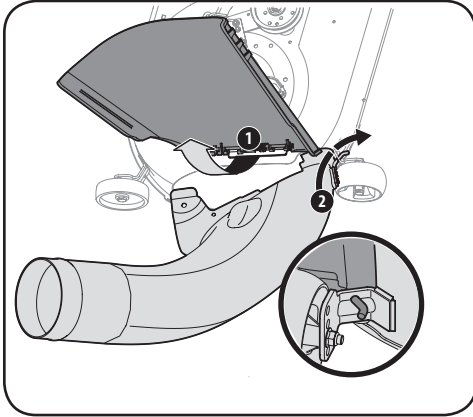

Figure 4-25
5. Fixez le coude de la goulotte de descente au plateau de coupe au moyen du bouton à ailettes (720-04122) inclus dans la trousse du dispositif d'ensilage. Consultez la Figure 4-25.